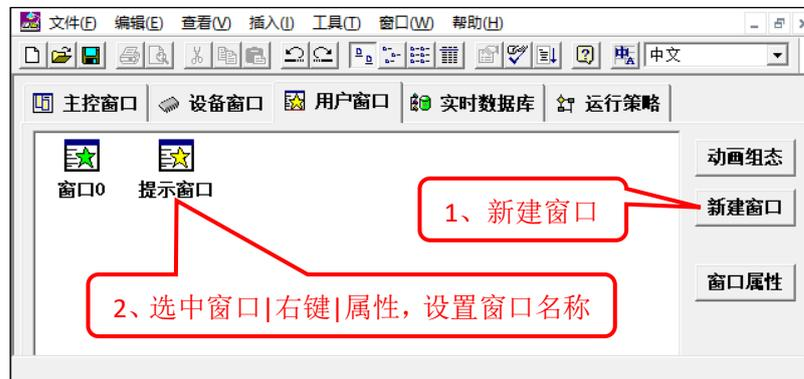
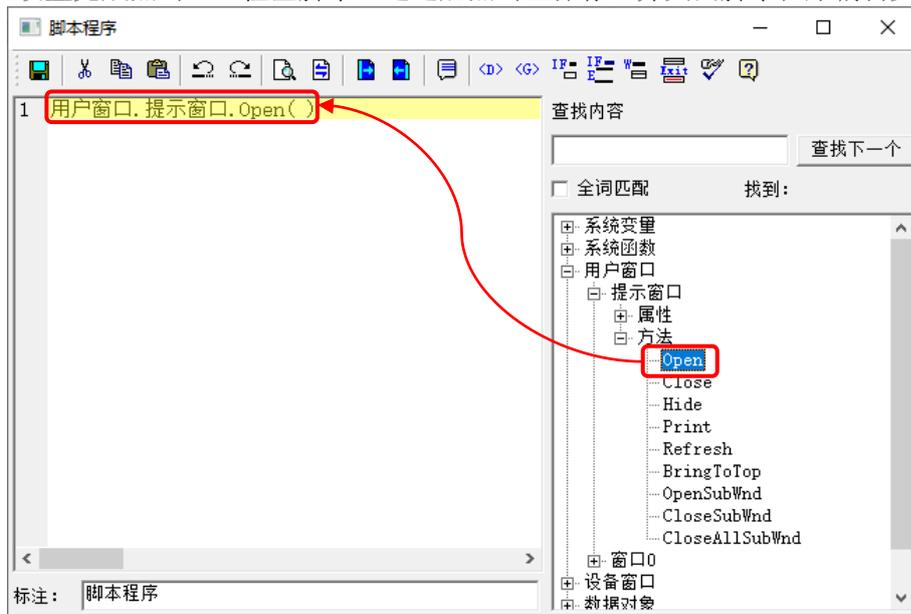

图 2.5-2 新建用户窗口
图 2.5-6 添加打开窗口脚本
- ② 在【用户窗口】新建 2 个窗口画面，进入“窗口属性设置”修改窗口名称，如图 2.5-2 所示：
- ⑦ 双击新增策略行中的脚本程序图标 ，如图 2.5-6，在脚本程序编辑页面右侧对象树，依次展开【用户窗口】→【提示窗口】(图 2.5-2 新建的用户窗口)→【方法】，双击“open”，将其添加到脚
- ⑧ 回到工作台用户窗口模块，双击 **提示窗口** 进入其组态画面。进行以下操作：
- B、按照需要添加一个标准按钮构件，按照需要修改构件显示文本。双击标准按钮构件 → **【脚本程序】** → **【抬起脚本】**，添加关闭**【提示窗口】**脚本“用户窗口.提示窗口.Close()”，添加方法参考图 2.5-6；